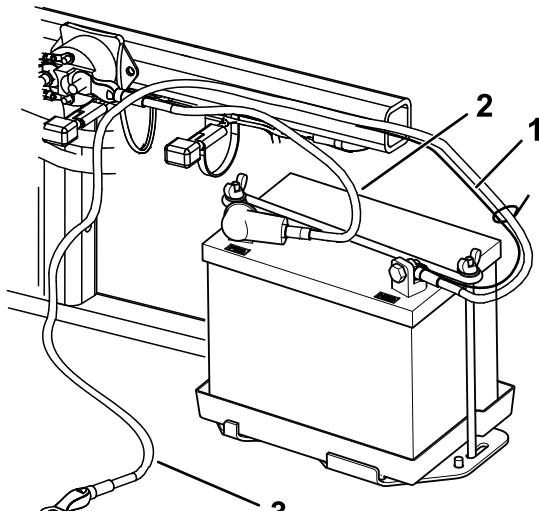

Bild 6
2. Befestigen Sie das Pluskabel (rot) mit einer Schraube (1/4" x 5/8") und einer Sicherungsmutter am Pluspol (+) (Bild 6).
3. Befestigen Sie den kleinen schwarzen Draht und das Minuskabel (schwarz) mit einer Schraube (1/4" x 5/8") und einer Sicherungsmutter (1/4") an der Minusklemme (-) der Batterie (Bild 6).